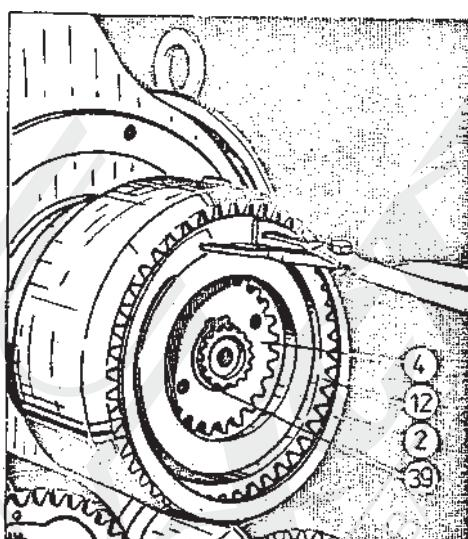

Рис. 2-11. Снятие установочного кольца 12 муфты с помощью щипцов /описание в тексте/
1. Сжать зубчатый диск и диск муфты и вынуть установочное кольцо 200w /поз. 12/ на /рис. 2-11/.